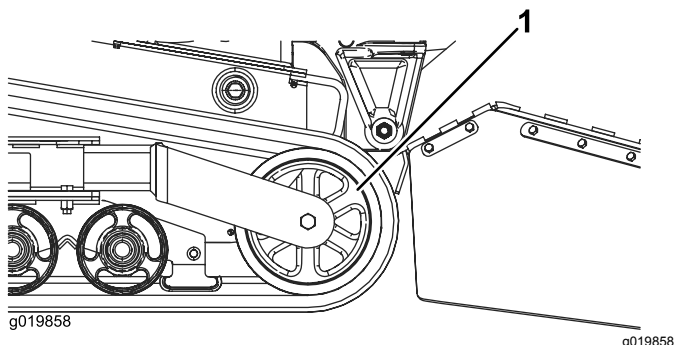

図 49
5. テンショニングホイールを機体後方に向けて押し、一杯まで移動させる 図 49。
7. テンショニングホイールから外れたら、機体から取り出す 図 49。